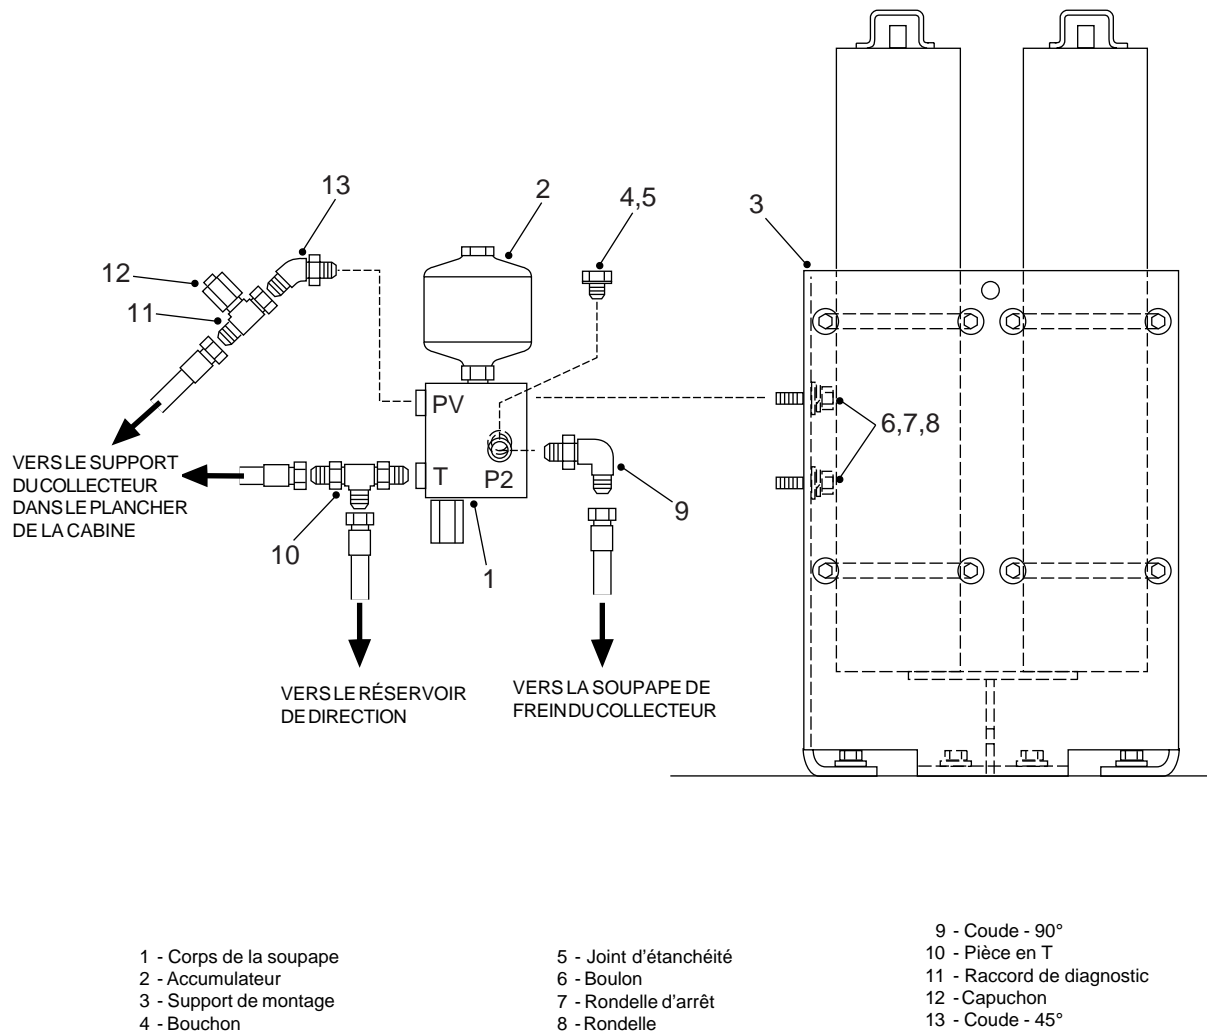

Fig 1 - Repose de la soupape d'alimentation pilote
Les numéros entre parenthèses font référence à la fig. 1.
1. Déposez les composants internes du réservoir hydraulique (1), comme décrit précédemment dans 'MAINTENANCE'.
2. Si nécessaire, déposez les tiges (11, Fig. 1) et les écrous spéciaux (16, Fig. 1) du réservoir hydraulique (1, Fig. 1).
3. Si nécessaire, déposez le reniflard (1), le nipple (2), la pièce en T (3), la douille (4) et le coude (5) du réservoir hydraulique (1, Fig. 1).
Les numéros entre parenthèses font référence à la fig. 1, sauf indication contraire.